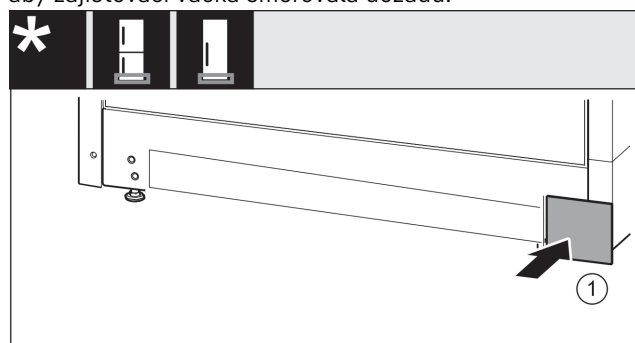

Fig. 18
- ▶ Kryt Fig. 18 (1) opět nasadte na druhé straně.